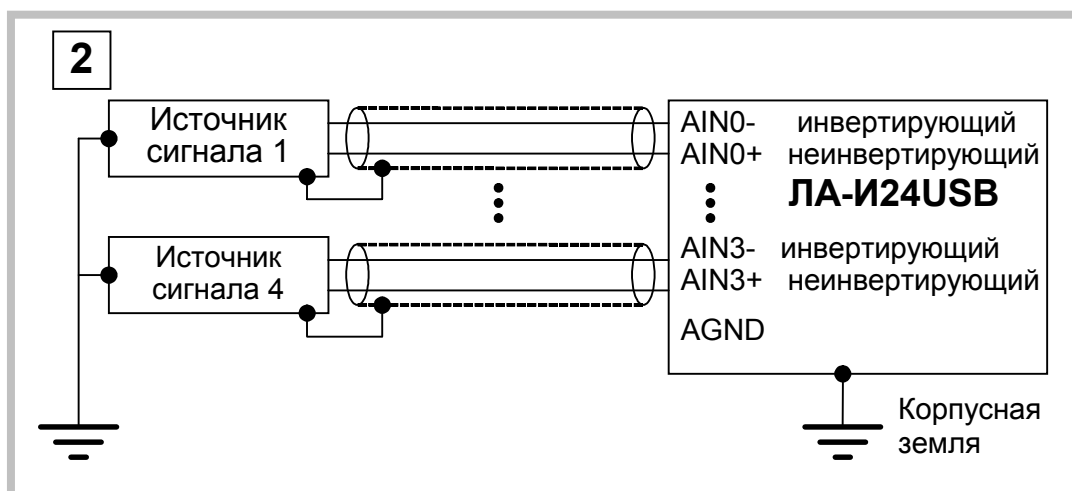

Рис. 7. 7
7.2.2.7.3 В схеме второго варианта (Рис. 7. 7) экран соединительного кабеля заземлен на входе источника сигнала.